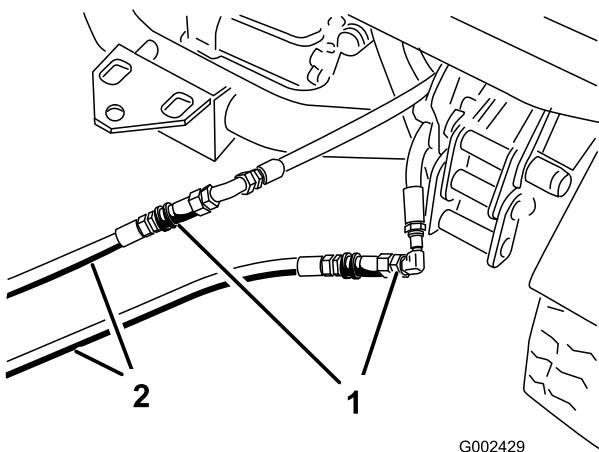

Рисунок 76
- На неисправном автомобиле подсоедините два шланга-перемычки к шлангам, которые были отсоединенны (Рисунок 76).